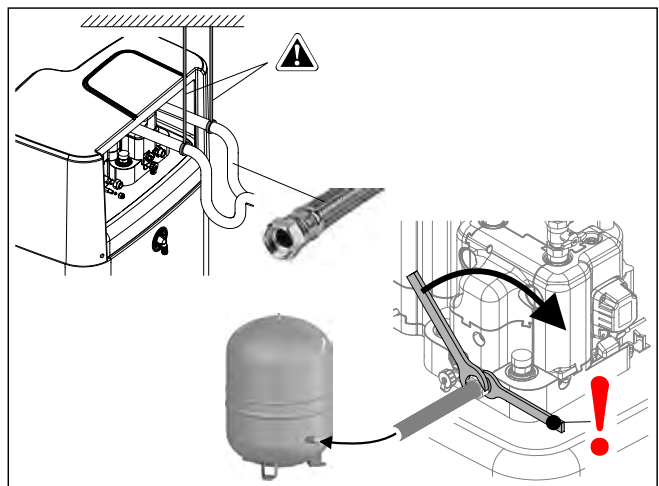

Bild 4-24 Spannungsfreier Leitungsanschluss
- Der Anschluss der Heizungsleitungen über die Steckverbindungen muss spannungsfrei erfolgen. Insbesondere beim Anschluss mit flexiblen Leitungen (nicht diffusionsoffen!) eine geeignete Spannungsentlastung herstellen (siehe Bild 4-24).